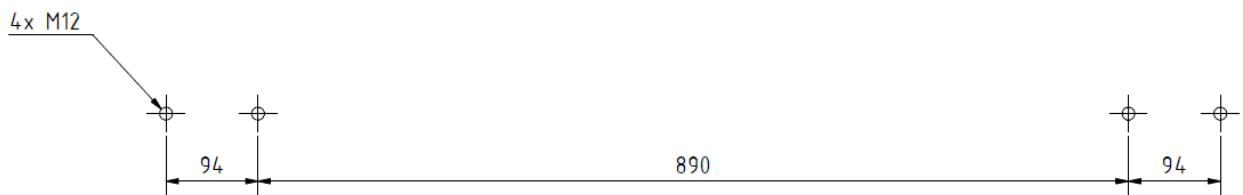

Abbildung 6: Bohrbild zur Befestigung der Motorfangvorrichtungen mit der Standard Motorwelle (1.000 mm)
Montieren Sie die Motorfangvorrichtungen (19) mit dafür geeigneten Befestigungsmaterialien an der vorgesehenen Wand. Achten Sie darauf, dass die Wand den Zugbelastungen von 1,5kN pro Befestigungskonsole standhält. Nutzen Sie zum Setzen der Bohrungen das Bohrbild aus Abbildung 6.